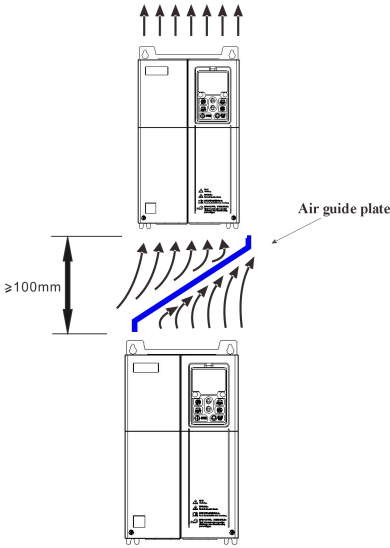

图3-2. ES300驱动器安装示意图
- 1) 请垂直安装驱动器，便于热量向上散发。但不能倒置。若柜内有较多驱动器时，最好是并排安装。在需要上下安装场合，请参考图3-2的示意，安装隔热导流板。